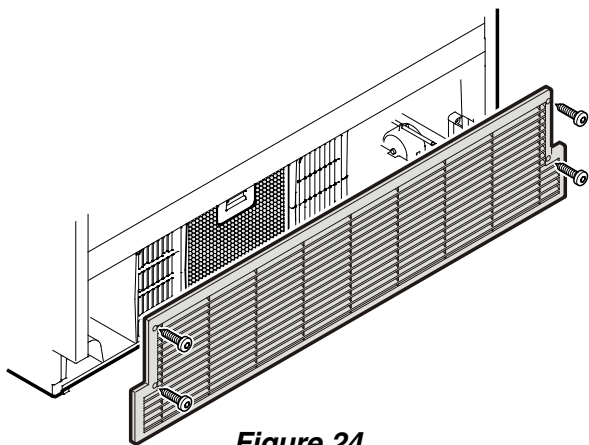

Figure 24
- Ouvrir le tiroir inférieur du congélateur et dévisser la grille de ventilation - **Figure 24**.